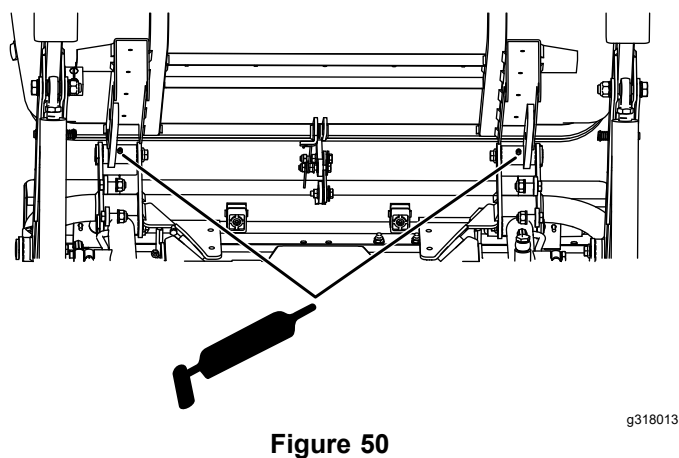

Figure 50
- Pivots de trémie sous la trémie (Figure 50)